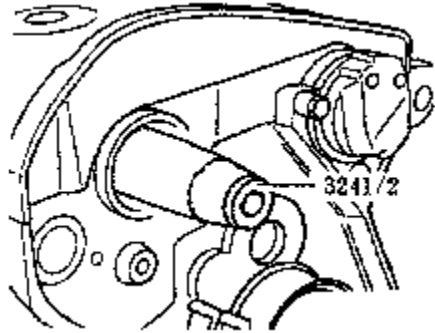
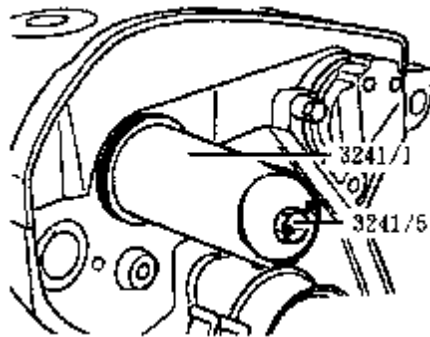

图 4-88 安装导向套筒
图 4-89 安装油封
(2) 排气凸轮轴油封的安装
①如图 4-88 所示，用机油轻涂油封密封唇，将导向套筒 3241/2 装到凸轮轴轴颈上，将油封滑到导向套筒上，用冲头套筒 3241/1 及螺栓 3241/5 将油封压到头，如图 4-89 所示。